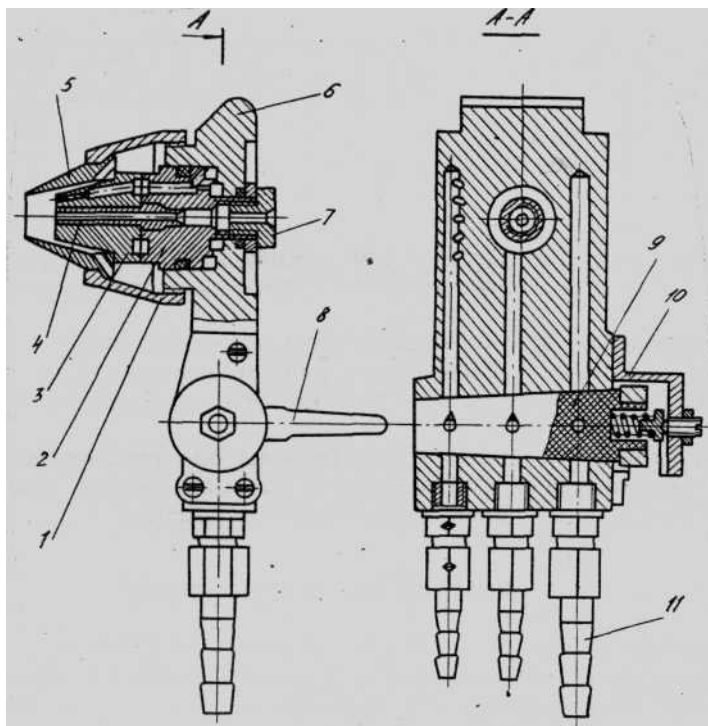

Рис. 4. Головка распылительная:
**Головка распылительная** (рис. 4) установлена на передней стенке.